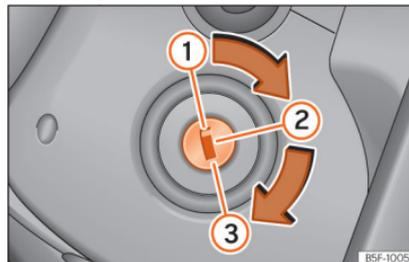

Abb. 236 Positionen des Fahrzeugschlüssels.
Fahrzeugschlüssel »» Abb. 236
Fahrzeugschlüssel » Abb. 236
3.	Nur bei Fahrzeugen mit Dieselmotor: Zum Vorglühen den Schlüssel im Zündschloss auf die Position » Abb. 236 ② drehen. Im Kombiinstrument leuchtet die Kontrollleuchte auf.